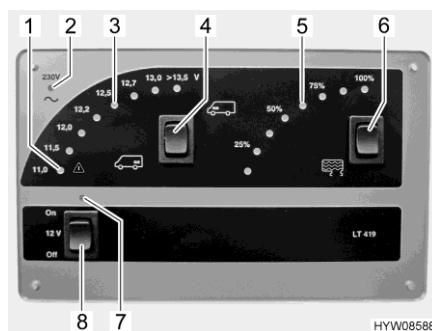

Fig. 55 Pannello di controllo (LT 419)
I diodi luminosi dell'indicatore Volt (Fig. 55,3) indicano la tensione della batteria.
- Premere in alto l'interruttore a bilico (Fig. 55,4) "": Viene indicata la tensione della batteria di avviamento.
- Premere in basso l'interruttore a bilico (Fig. 55,4) "": Viene indicata la tensione della batteria dell'abitacolo.
Rispettivamente due diodi luminosi dell'indicatore del serbatoio (Fig. 55,5) mostrano il livello di riempimento.
- Premere in basso l'interruttore a bilico (Fig. 55,6) "■": Viene indicato il livello del serbatoio delle acque grigie.
La spia luminosa rossa ALARM (Fig. 55,1) inizia a lampeggiare non appena la tensione della batteria dell'abitacolo scende al di sotto di 11 V (misurazione durante il normale esercizio) con conseguente rischio che la batteria si scarichi troppo.
L'interruttore principale a 12 V (Fig. 55,8) inserisce o disinserisce il pannello di controllo e l'alimentazione a 12 V dell'abitacolo.
- Premere in alto l'interruttore a bilico (Fig. 55,8) "On": L'alimentazione a 12 V dell'abitacolo è inserita. La spia di controllo (Fig. 55,7) diventa verde.
- Premere in basso l'interruttore a bilico (Fig. 55,8) "Off": L'alimentazione a 12 V dell'abitacolo è disinserita. La spia di controllo (Fig. 55,7) si spegne.
La spia di controllo a 12 V (Fig. 55,7) si accende non appena l'interruttore principale a 12 V (Fig. 55,8) viene inserito.
La spia gialla di controllo a 230 V (Fig. 55,2) si accende quando all'ingresso della centralina elettrica è presente una tensione di rete.